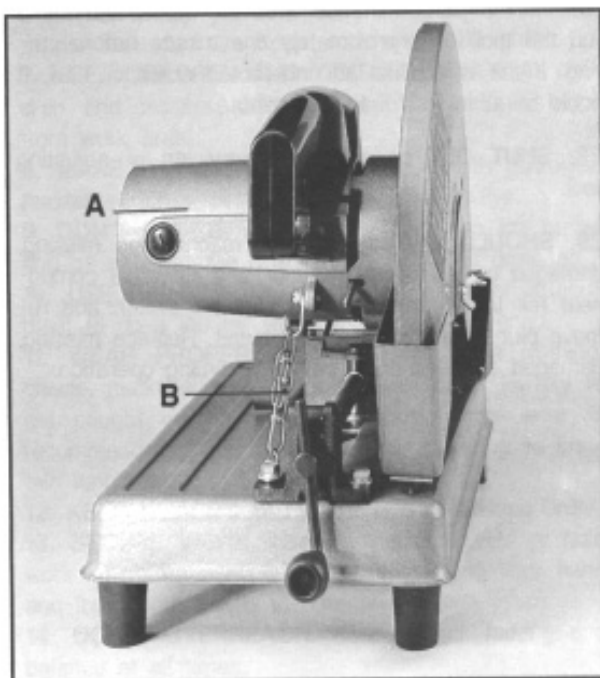

Fig. 3
1. Pour des raisons d'expéditions le bloc tête (A) FIG.3 de la machine est maintenu en position basse par une chaînette (B). Pour libérer le bloc tête (A) il suffit simplement de décrocher la chaînette (B) du bloc moteur.